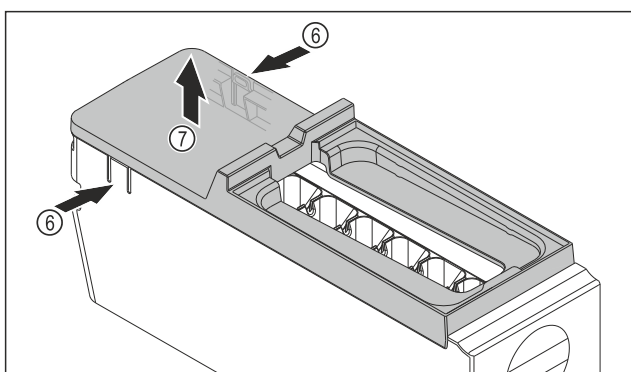

Fig. 92
- ▶ Retirer le couvercle du corps de l'EasyTwist-Ice : D'une main, pousser les languettes Fig. 92 (6) des deux côtés du corps de l'EasyTwist-Ice.
- ▶ De l'autre main, retirer le couvercle Fig. 92 (7) vers le haut.